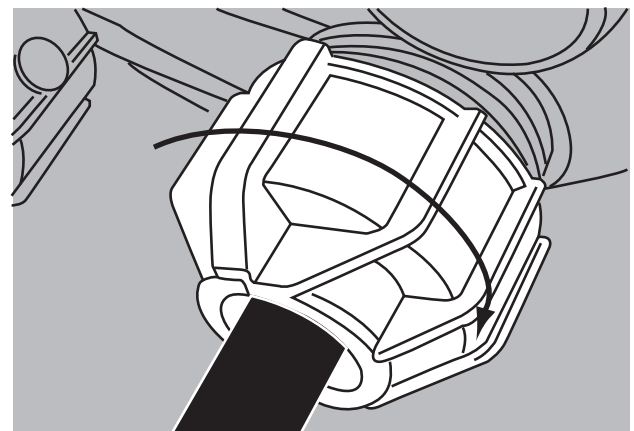

FIGURA 12
12. Ajuste la tapa manualmente con dos o tres vueltas contra las cuerdas de la tapa. (Figura 12)